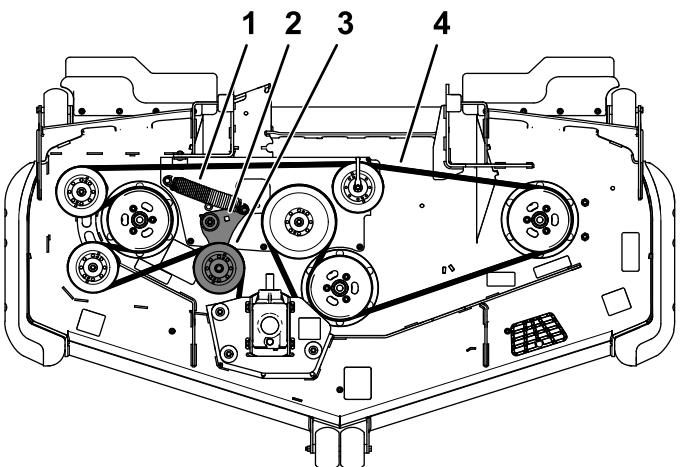

Bild 60
5. Setzen Sie eine Ratsche in das rechteckige Loch im Spannarm ein, um die Spannung an der Spannscheibenfeder zu lösen (Bild 60).
7. Legen Sie den neuen Riemen um die Riemscheibe des Mähers (Bild 60).
8. Stellen Sie sicher, dass die Federenden in den Ankernuten sitzen, und legen Sie den Riemen mit Hilfe der Ratsche im rechteckigen Loch um die Umlenkrolle (Bild 60).